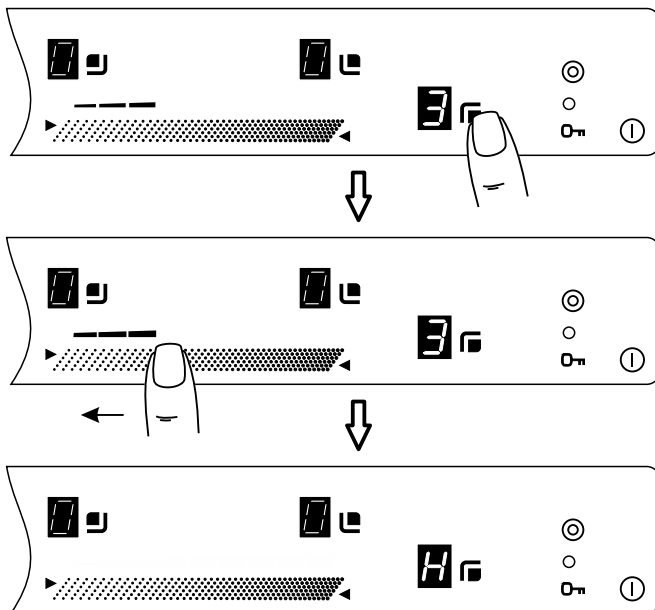

Рис.6
1. Работавшую конфорку перевести касанием зоны ^② в режим управления (рис. 6).
2. Перемещая палец по поверхности ^④, установить в окне индикации значение «0» - конфорка отключится. В окне ^③ будет светиться буква «H», указывающая, что конфорка еще горячая.